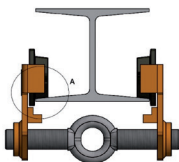

Abb. 9
- ⚠ Die maximale Neigung des Trägerflansches darf  $14^\circ$  nicht überschreiten (siehe Abb. 9).
- ⚠ Der Spalt zwischen der Krone der Gleitrolle und dem Trägerflansch muss  $1,0 \div 2,5$  mm betragen (Maß A Abb. 9).